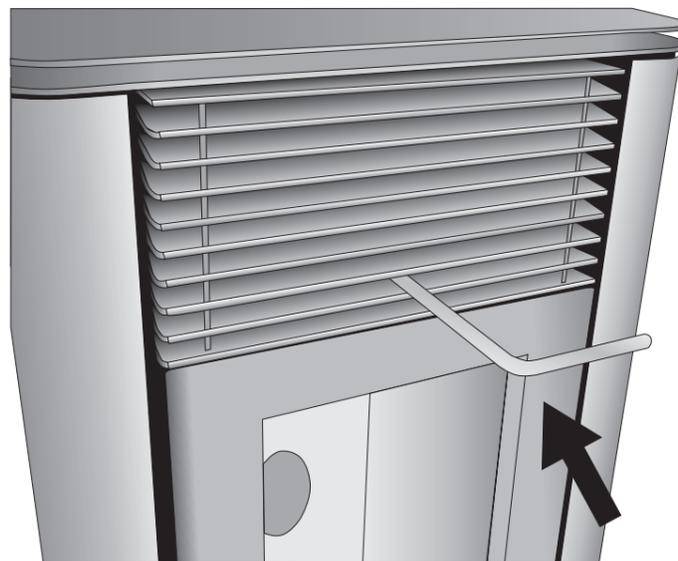

Fig. 6: Raedor accionado
- Puxe o raspador em direcção a si mesmo com a porta fechada (Fig. 6).